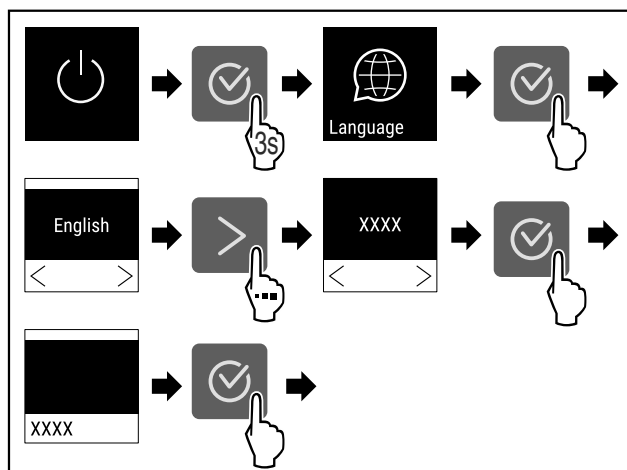

Fig. 54
- ▶ Provedte akční kroky (viz Fig. 54) .